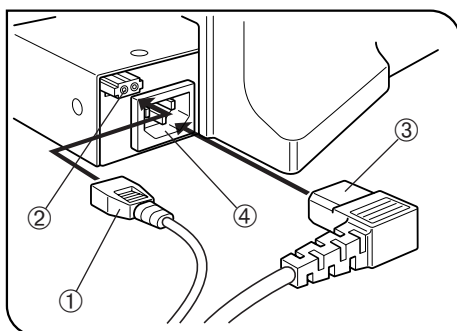

Fig. 36
10 Ligar o cabo de alimentação e os restantes fios (Fig. 36 & 37)
2. Ligue firmemente o conector do cabo de alimentação ③ ao conector ④. (fig. 36)